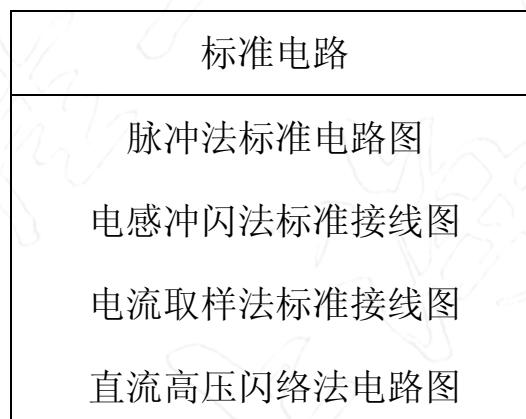

图 4.4-3
(6)标准电路：光标在 位时，按下“确认”键，进入第二菜单如图 4.4-3，所示。可利用光标 ↑ ↓ 移动选择不同的选项，查看不同测试方法的外部设备接线图。